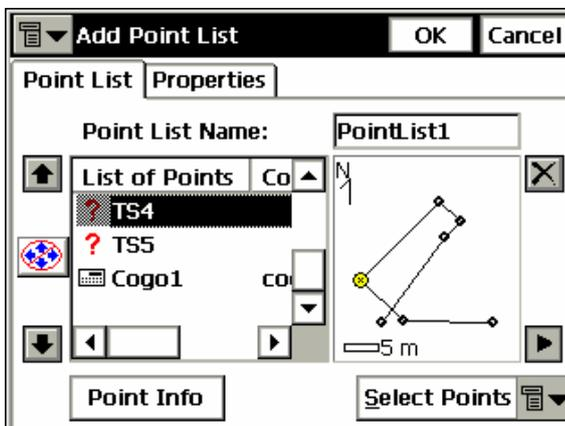

Рисунок 4-23. Добавить список точек - вкладка "список точек"
2. В окне **Add Point List (Добавить список точек)** (рис. 4-23) введите имя добавляемого списка точек и выберите точки, которые будут в него входить.